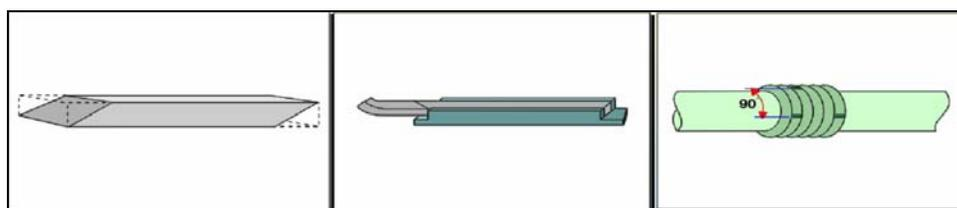

Figura 12 – Corte oblíquo, dispositivo de corte e posicionamento das gaxetas.
- 6º. Cortar novos anéis de gaxeta com as extremidades oblíquas. Para execução do corte pode ser confeccionado um dispositivo (vide figura 12).
- 10º. Montar os anéis de gaxeta com os cortes defasados a 90° (vide figura 12).